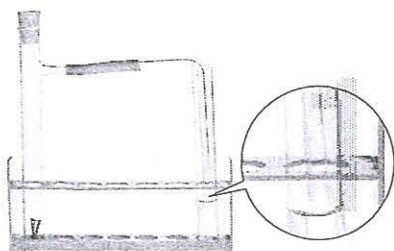

图4-21 铁钉的吸氧腐蚀实验
(1) 将经过酸洗除锈的铁钉用饱和食盐水浸泡一下，放入图4-21所示的具支试管中。几分钟后，观察导管中水柱的变化，解释引起这种变化的原因。
(2) 取两支试管，分别放入两颗锌粒和等体积、等浓度的稀盐酸，观察现象。然后，向其中一支试管中滴加1~2滴硫酸铜溶液，再观察现象。解释产生不同现象的原因。